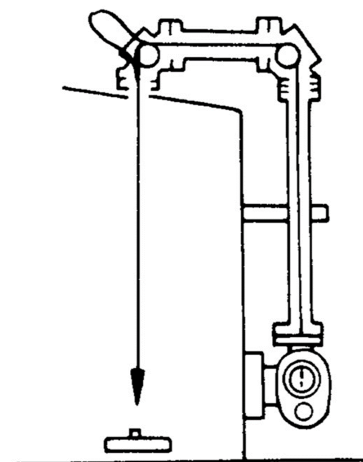

図 12. 測長テープのタンク内取り付け
■ 90° ガイドエルボからすでに引き出し、仮固定してある測長テープを水平配管、タンク中心側 90° ガイドエルボ内を通してタンク内に降ろします。(図 12 参照)